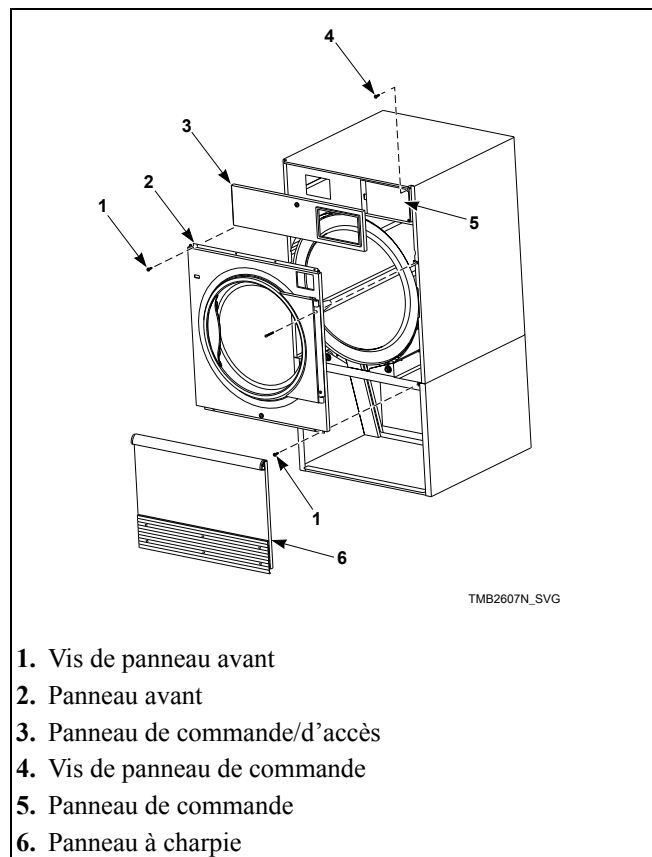
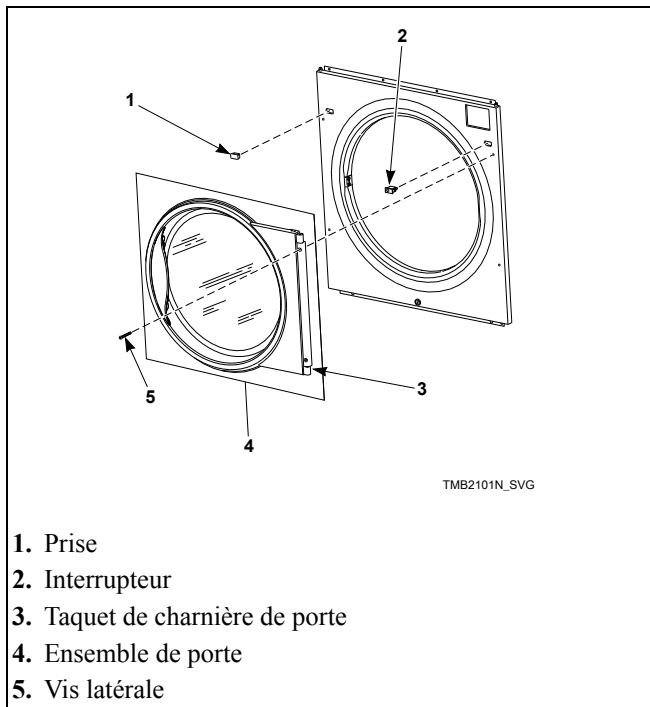

Figure 8
Figure 9
2. Déverrouiller et retirer le panneau de commande. Retirer les deux vis maintenant le panneau de commande à la partie droite. Ouvrir le panneau de commande en le faisant pivoter afin d'accéder à l'assemblage du tenon de guidage droit de la collerette supérieure. Se reporter à la Figure 8.
4. Retirer quatre vis de fixation de panneau avant. Se reporter à la Figure 8. Laisser les cames de charnière de porte sur la charnière de porte. Tirer le taquet et l'ensemble de porte comme s'il s'agissait d'une seule pièce. Se reporter à la Figure 9.
5. Retirer les vis de fixation de panneau avant restantes. Se reporter à la Figure 8. Déconnecter le faisceau d'interrupteur de porte de l'interrupteur. Retirer le panneau d'accès avant. Se reporter à la Figure 9.
6. Échanger l'emplacement de l'interrupteur et de la prise. Appuyer sur les onglets à l'aide de pinces réglables afin de retirer la prise et l'interrupteur du panneau avant. Réinstaller l'interrupteur en orientant le bouton vers le centre de la machine. Réinstaller la prise à l'ancien emplacement de l'interrupteur. Se reporter à la Figure 9.